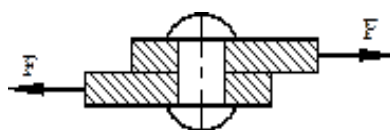

Рисунок 30
4. Определить необходимое количество заклепок диаметром 20 мм для соединения внахлестку двух листов толщиной 8 мм и 10 мм (рис.30). Сила F , растягивающая соединение, равна 200 кН. Допускаемые напряжения: на срез $[\tau] = 140$ МПа, на смятие $[\sigma_c] = 320$ МПа.